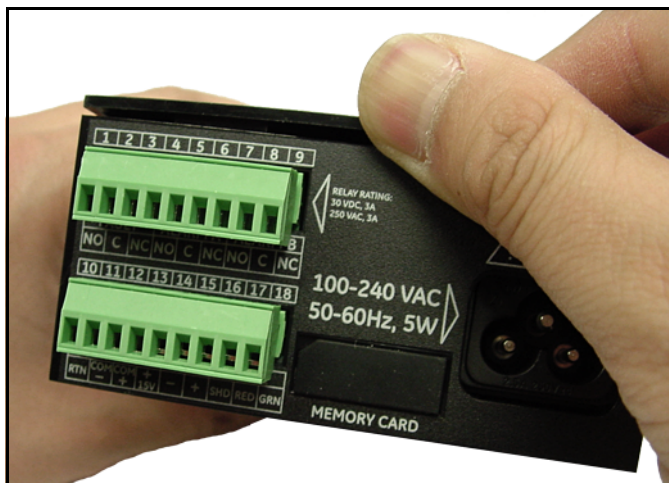

Figure 5: Til de achterkant van de kap op
3. Til de achterkant van de bovenste kap op (zie *Figure 5* hieronder).